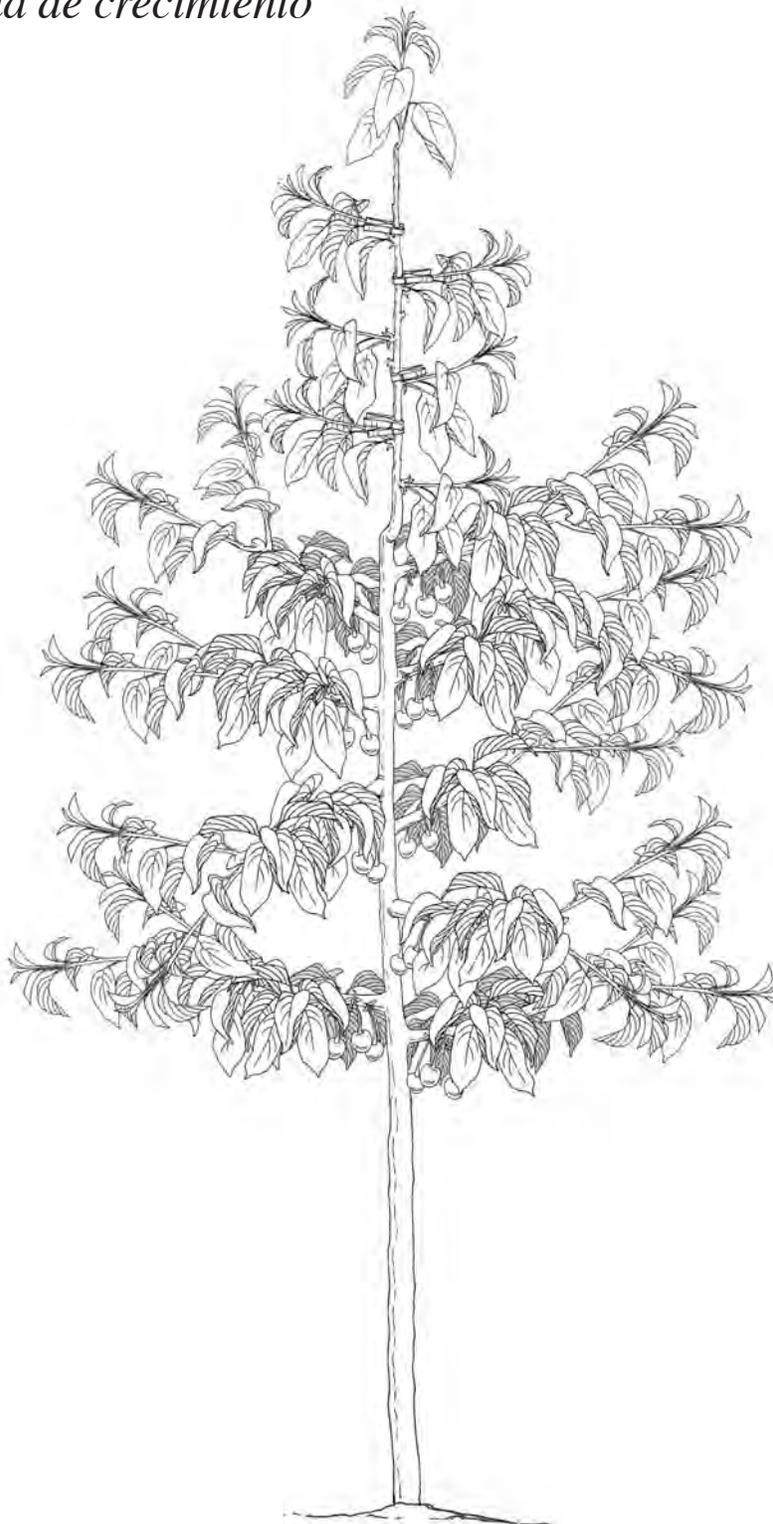

Figura 58
- La técnica empleada anteriormente para desarrollar buenos ángulos de inserción (el uso de pinzas) se debe repetir con los nuevos brotes laterales que salen del eje durante el segundo año (Figura 58).